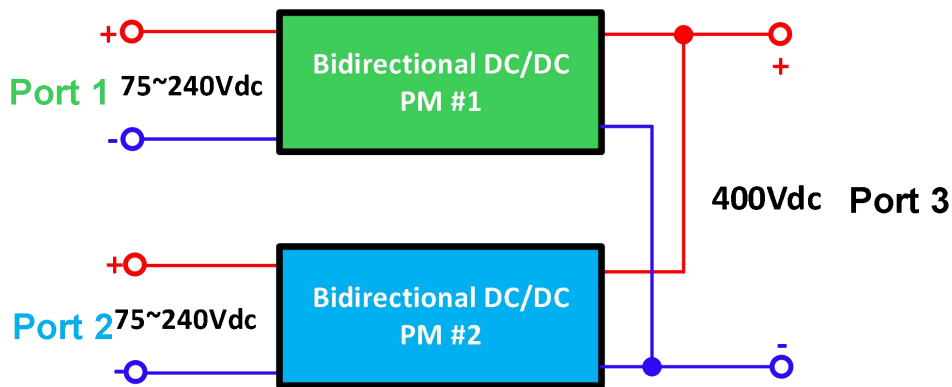

图1 参考架构图
- (1) 拓扑要求: 双向、非隔离拓扑;
- (2) 低压侧电压范围: 75Vdc-240Vdc;
- (3) 高压侧电压: 400Vdc, 高压侧并联;
- (4) 单功率模块额定输出功率: 500 W;
- (5) 并联模块数量: 2 (模块低压侧独立, 模块高压侧并联), 参考架构如图1所示;
- (6) 并联特性: 两模块需实现功率平均分配, 且均具备独立控制器, 可独立运行。